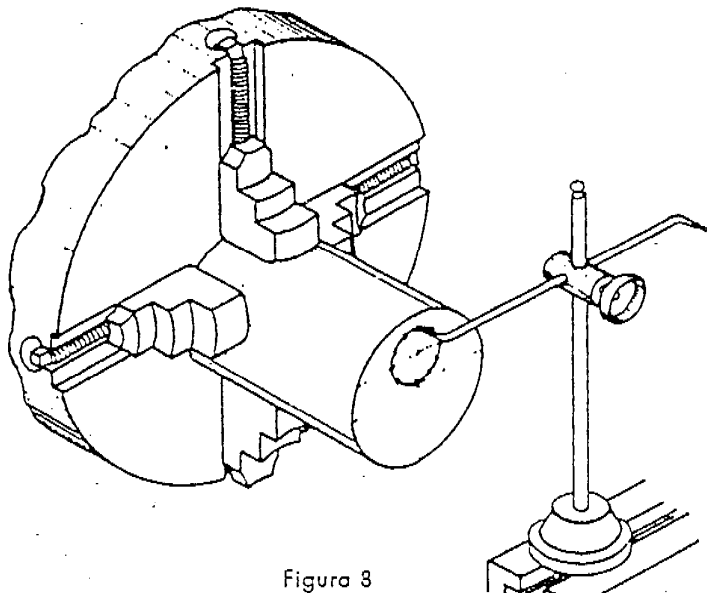

Figura 8
- Aproxime el gramil al trazo ( Figura 8 ).
- Gire el plato con la mano y verifique el centrado ( Figura 8 ).